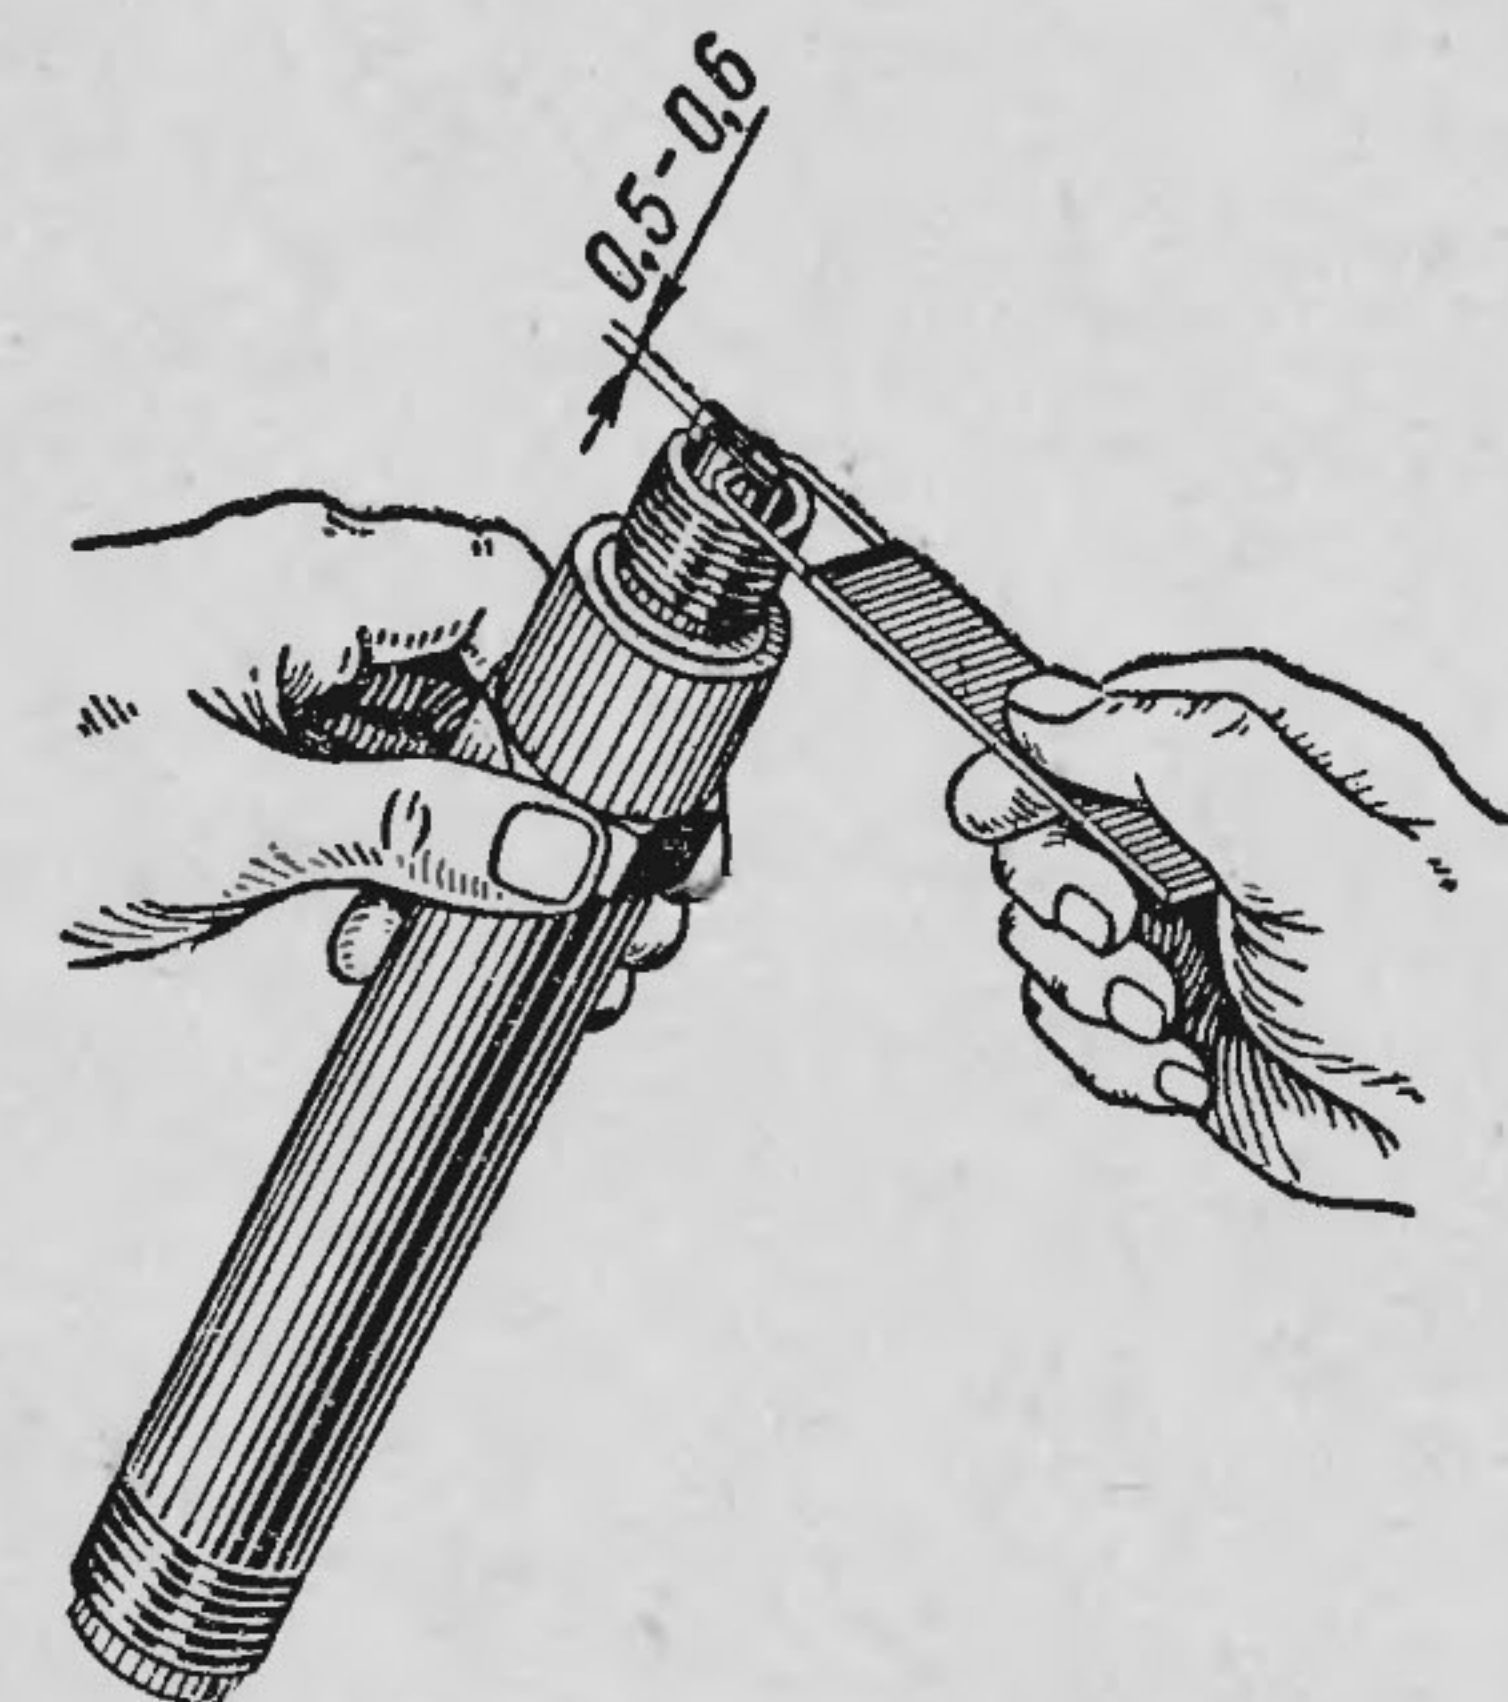

Рис. 12. Замер зазора между электродами свечи
19. При каждом повторном проведении ТО-1 вывернуть искровые зажигательные свечи, проверить и отрегулировать зазор (рис. 12) между электродами, очистить изоляторы свечей от копоти и нагара, протереть съемные детали свечей, при необходимости сменить резиновую уплотнительную муфту. Неисправные свечи заменить.